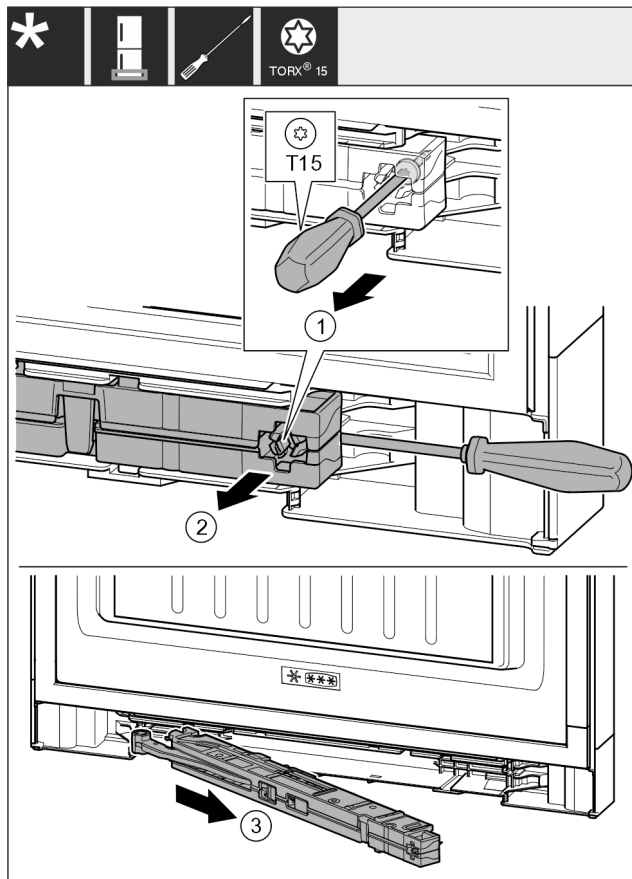

Fig. 17
- Lironi vidën Fig. 17 (1) në njësine e amortizatorit të mbylljes me kaçavidë 14 mm.
- Ngrini lart nga përpara njësine e amortizatorit të mbylljes Fig. 17 (2) në anën e dorezës me një kaçavidë.
- Nxirrni jashtë njësine e amortizatorit të mbylljes Fig. 17 (3).